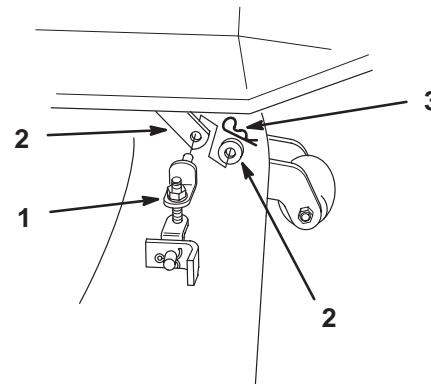

Bild 6
- Befestigen Sie die verstellbaren Verbindungsteile vorne mit Scheiben und kleinen U-Splints an den vorderen Hubarmen (Bild 6).